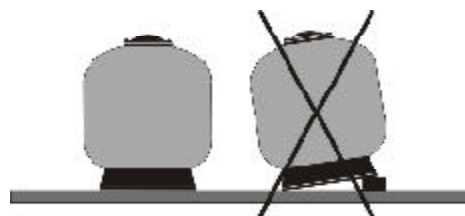

FIG.4
- Mettere i filtri nella loro sede definitiva tenendo in considerazione che la base deve rimanere perfettamente appoggiata al pavimento e sopra un piano completamente orizzontale (**FIG.4**).